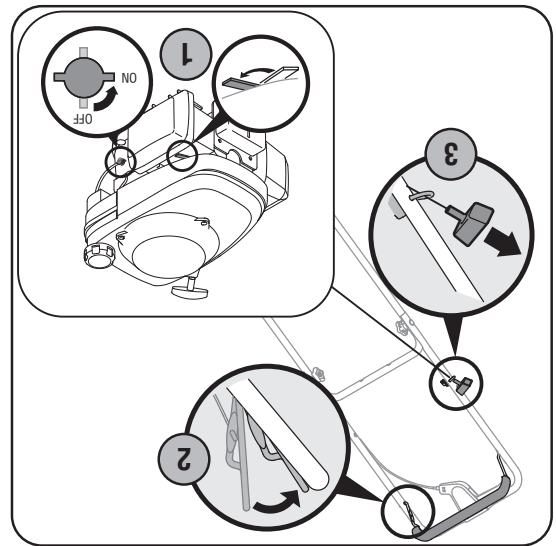

Figure 4-2
1. Placez la manette du robinet à carburant (qui se trouve sur la gauche du moteur) à la position ON (Ouvert). Voir la Figure 4-2.